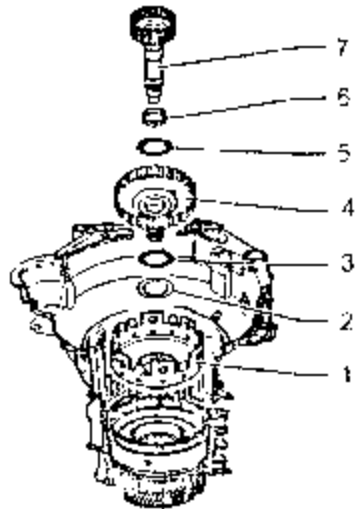

图 7-82 装入大太阳齿轮及小传动轴
- 11) 依次将大太阳齿轮直到小传动轴装入变速箱壳体内，如图 7-82 所示。